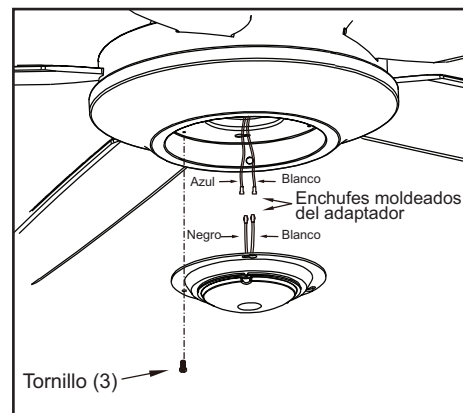

Figura 14
3. Quita un tornillo de la carcasa del kit de luces y afloja, pero no quites, los otros dos. Conecta los cables del conjunto del soporte del kit de luces a los cables del conjunto motor-ventilador uniendo los enchufes moldeados del adaptador. Coloca con cuidado todos los cables y empalmes dentro de la caja del interruptor. (Figura 14)
cabezas de los dos tornillos aflojados encajen en las ranuras tipo ojo de cerradura. Gira el conjunto del soporte kit de luces hacia la derecha y aprieta los tornillos. Vuelve a instalar el tornillo que retiraste en el paso 3 y apriétalo firmemente. (Figura 14)